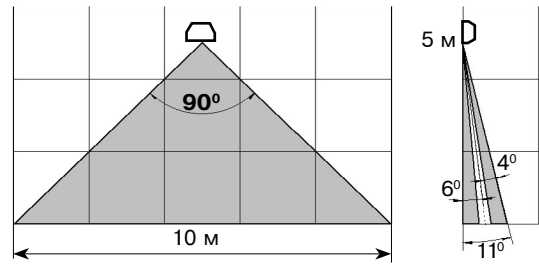

Рисунок 1
1.4 Оптическая система извещателя формирует сплошную зону обнаружения типа «занавес» (рисунок 1).